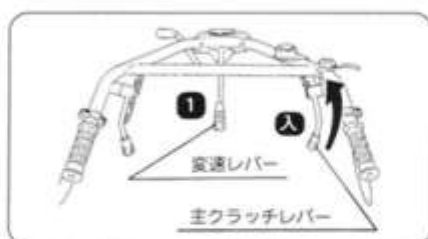

図43
- ④ 変速レバーを1〔低速〕に入れ、主クラッチレバーを〔入〕位置にして発進します。周囲の安全を確認して徐々に運転者の能力にあった運転をしてください。決して最初から無理な運転はしないでください。(図43)